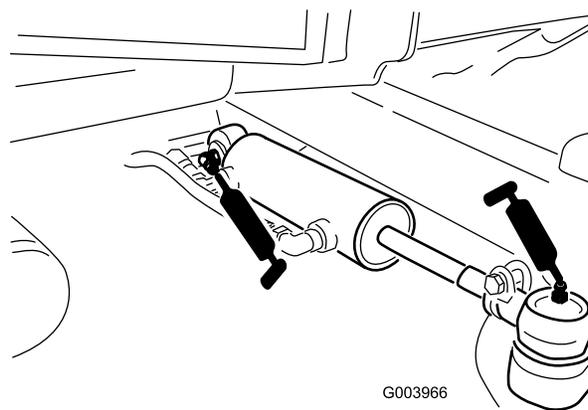

図 52
- ステアリングシリンダのボールジョイント 2ヶ所 図 52